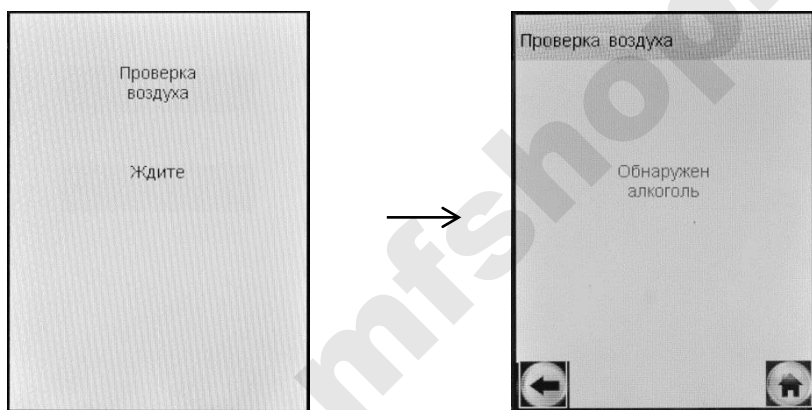

Рисунок 17 – В окружающем воздухе, мундштуке или в заборной системе обнаружены пары этанола
2.7.18 Если при выполнении 2.7.9 настоящего РЭ в окружающем воздухе, мундштуке или заборной системе анализатора будет обнаружен этанол или другие компоненты, которые могут оказать влияние на показания анализатора, на экране появится сообщение «**Обнаружен алкоголь**» (рисунок 17, справа).